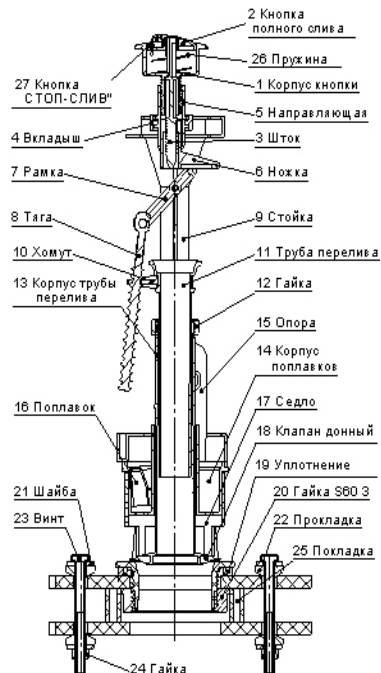

Рис. 2 Арматура спускная.
11.5 Арматура не требует настройки фиксированного объема воды малого смыва. Вода сливается в унитаз во время удержания кнопки 27 «СТОП-СЛИВ» (см. Рис.2) в нажатом положении.